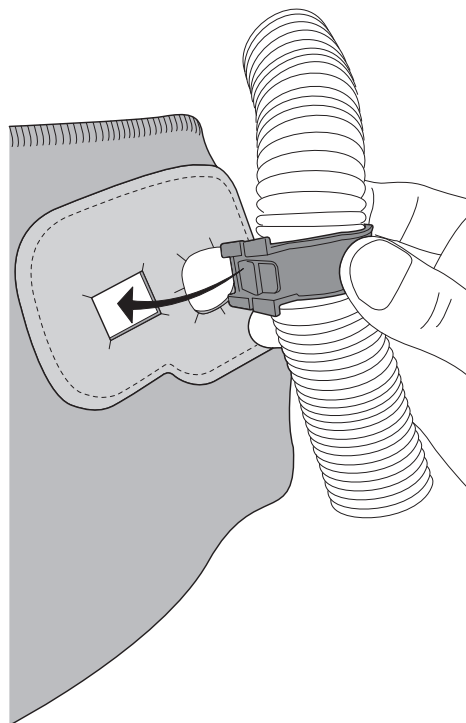

Fig. 29b
- b. Mientras sostienes el soporte del tubo del ducto de aire y el anillo adjuntos, empujalo a través del orificio rectangular en la parte posterior del protector (Fig. 29b).